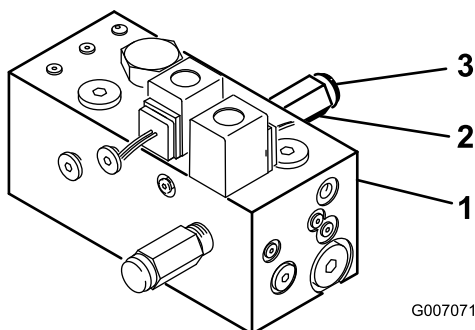

Figura 10
1. Sul lato posteriore del collettore, rimuovere il coperchio della valvola di sfogo utilizzando una chiave a testa esagonale (Figura 10).